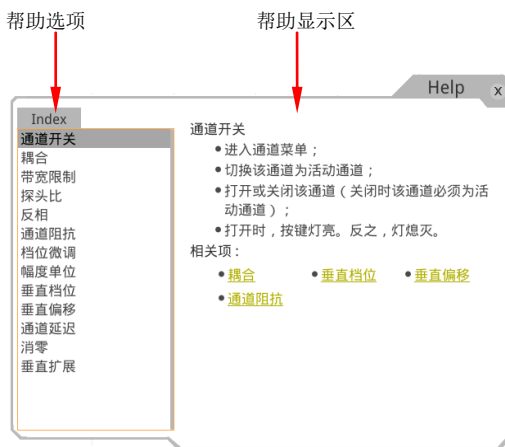

图 14 帮助信息
2. 按 **帮助** 键或点击“帮助”选项，屏幕弹出帮助界面，如图 14 所示。帮助界面主要分两部分，左边为“帮助选项”，右边为“帮助显示区”。